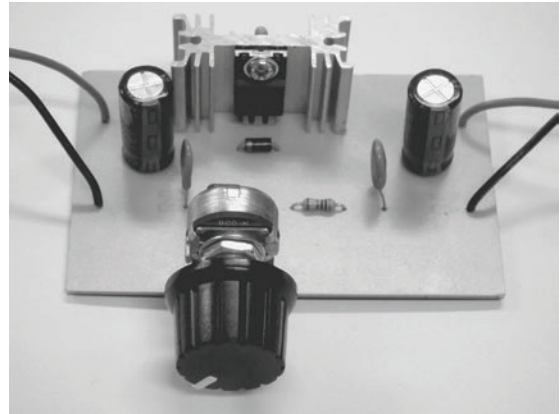

図6 部品を取り付けて完成。
- 5 銅箔面に保護剤を塗布し、部品を取り付けて完成（図 6）。